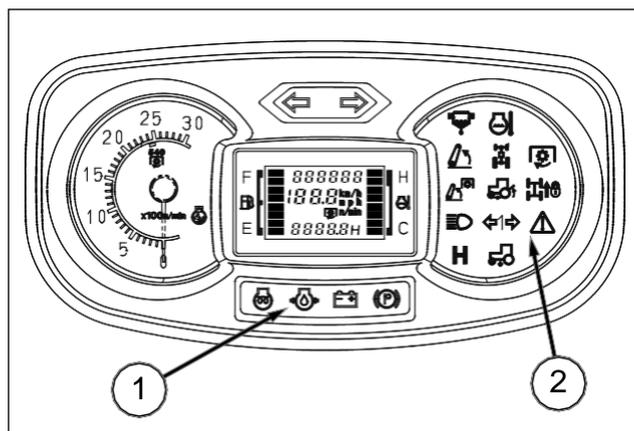

FIG. 42
FIG. 42: La fila de indicadores de la parte inferior (1) y la fila de indicadores de la derecha (2) contienen varios indicadores luminosos de control de determinadas funciones.